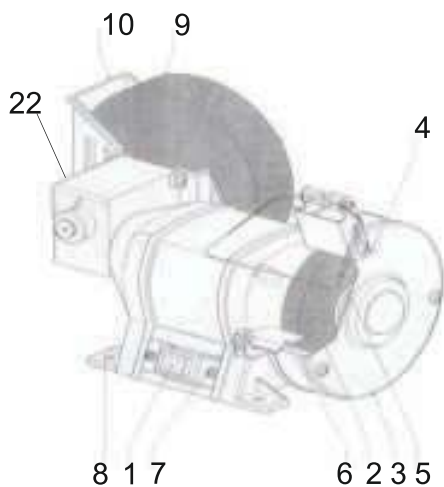

рис. 1
4.1 Общий вид точила представлен на рис. 1:
6.2 Перед началом работы установите/закрепите станок на рабочем месте (рис. 1).
6.4 Установка и замена точильного круга (рис. 1, 2).
6.6 Регулировка упора для фиксации затачиваемого инструмента (рис. 1)
7.1 Для включения/выключения машины установите выключатель (1) см. рис. 1 в положение 1/0.
7.2 Сухая заточка (рис. 1). Точильный круг для сухой заточки (2) предназначен для крупнозернистых работ по заточке.
7.3 Заточка с охлаждением рис. 1, 2 (б).